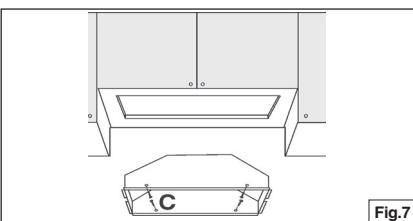

Fig.7
- Placer la hotte dans le meuble (Fig.7) et verrouillez à l'aide du ressort latéral.
- Fixer la hotte à l'aide (4) des vis "C" de montage pour tôle.